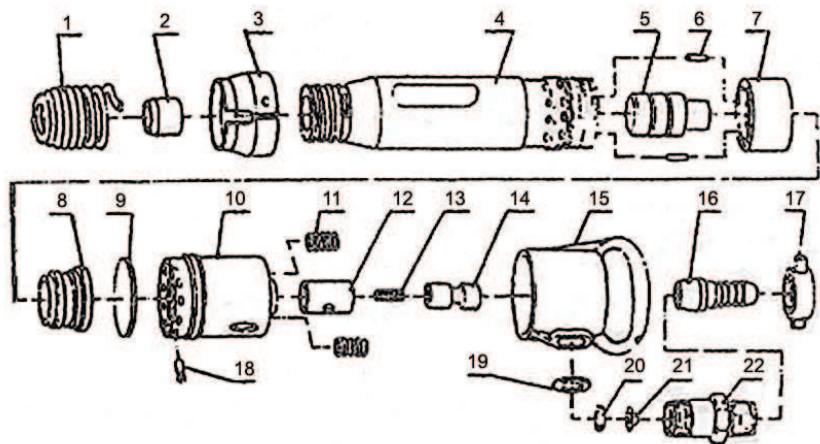

рис. 1
Общий вид молотка схематично представлен на рис. 1
6.1 Молоток (рис. 1) представляет собой поршневую пневматическую машину ударного действия с клапанным воздухомаспределением, работающую под действием сжатого воздуха. Молоток состоит из воздухомаспределительно-ударного механизма, рукоятки с собранным в ней пусковым устройством.